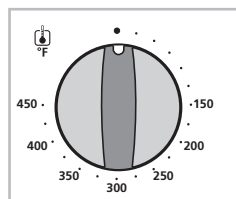

Figura 2
- Dial de control de la temperatura** – Ajuste el termostato a la temperatura deseada. (Vea la figura 2)